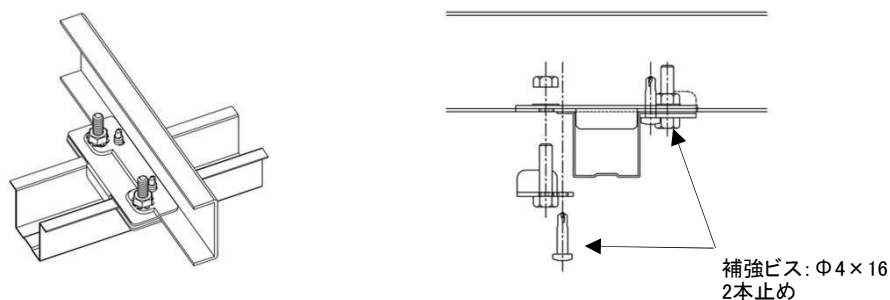

図 2-14 ブレース下部廻りクリップ滑り補強
- ・クリップ所定の孔2ヶ所にビス2本止めするだけで地震時の水平力に対するクリップ滑り対策が出来ます。(野縁・野縁受け両方向) (図2-14参照)